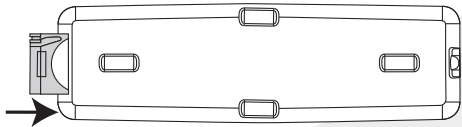

FIG. 43
4. **Coloque a presión** la cubierta de la batería en el control remoto (Fig. 43).